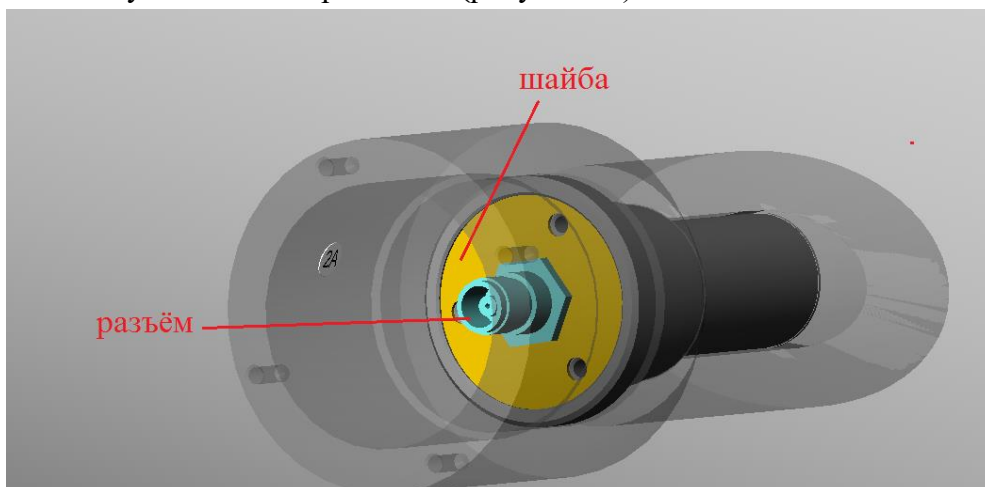

Рисунок 51 – шайба сенсора с разъёмом
4.2.2.8 Снять шайбу совместно с разъёмом (рисунок 51)